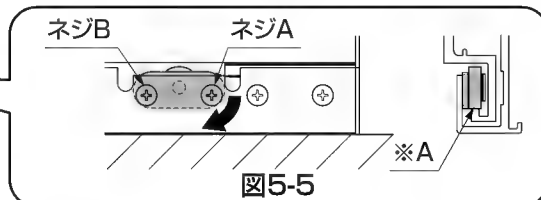

図5-6
- ②ガイドローラー(※2)を矢印の方向に押し上げながらネジAを締めて固定してください。(図5-6参照)
- ③ネジBを締めて固定してください。(図5-6参照)